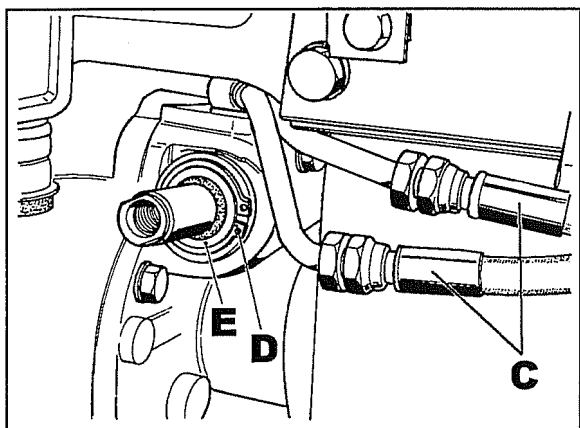

Fig. 70
2. Colocar um recipiente para recolher o óleo e desligar os tubos **C** fig. 70.
3. Retirar o anel elástico Seeger **D** fig. 70.